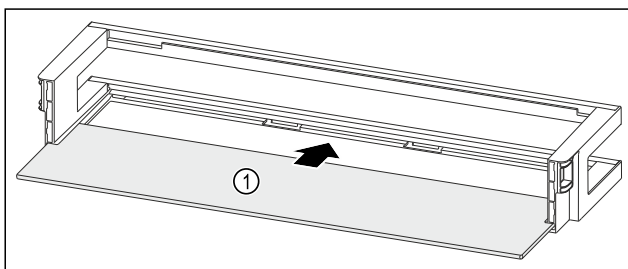

Fig. 99 Vratna polica z odlagalno polico
- ▶ Odlagalno polico Fig. 99 (1) vstavite v stranske utore.